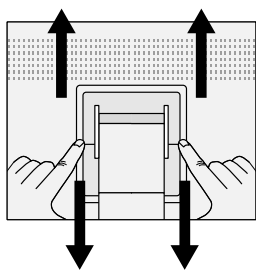

Figura S.2
3. Presione la zona “▼” con el dedo índice y, al mismo tiempo, desplace la cubierta inferior del soporte (**Figura S.2**).